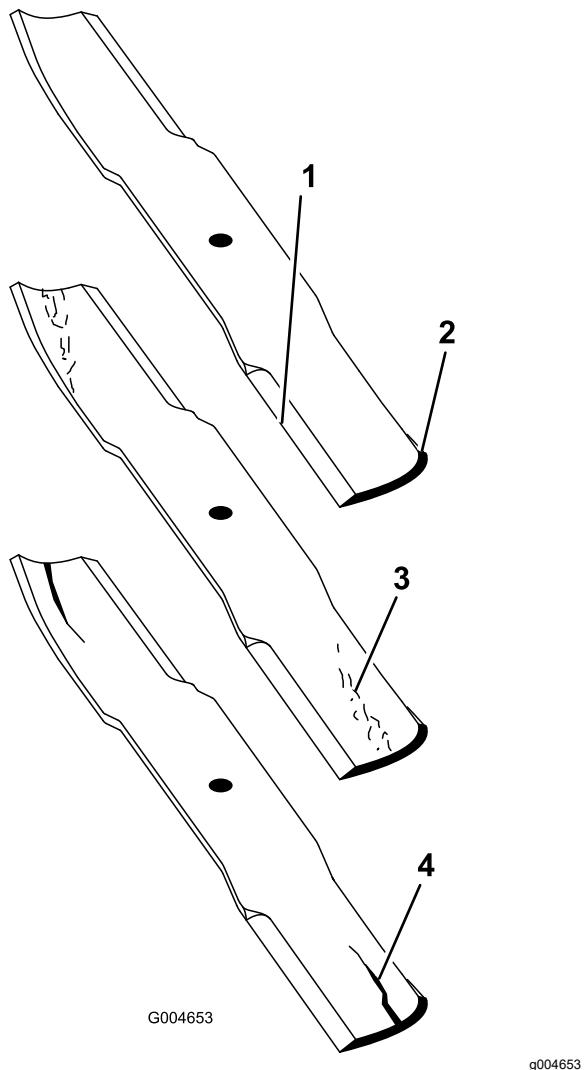

Figure 130
2. Examinez attentivement les tranchants de la lame, particulièrement au point de rencontre de la partie plane et de l'ailette (Figure 130).
Remarque: Le sable et les matières abrasives peuvent éroder le métal à cet endroit, c'est pourquoi il est important de contrôler l'état de la lame avant d'utiliser la tondeuse. Remplacez la lame si elle vous semble usée (Figure 130).